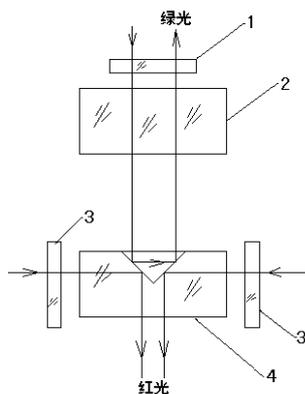
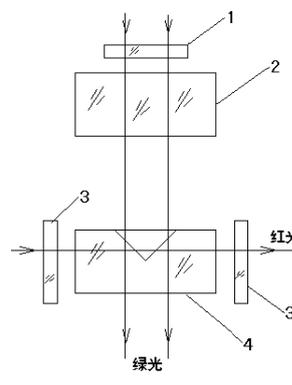

图 1
图 2
- 2、双色工作显示原理：液位计双色工作是基于光线在气相与液相介质中的光学透射、反射与折射原理，在借助滤色片、吸光板的作用下，使气相与液相对比格外分明、清晰。现以气红色液绿色说明其原理如下：根据原理图 1，件号 2、4 与金属件（图中未画出）构成受压腔，当腔内无液体时，红光以全反射原理射出，可使观察窗清晰看到红光，实现气红色，此时绿光也以全反射原理沿其进光路线射出，因此在观察窗看不到绿光；当腔内有液体时，见图 2，件号 2、4 与液体结合成一体，此时红光以透射原理从槽玻璃的一侧射出另一侧，因此从观察窗看不到红光，同时绿光以透射原理从后方射出前方的观察窗，这样就看到了绿光，从而实现了气红色液绿色，红、绿的交界面表示介质液位的真实位置。